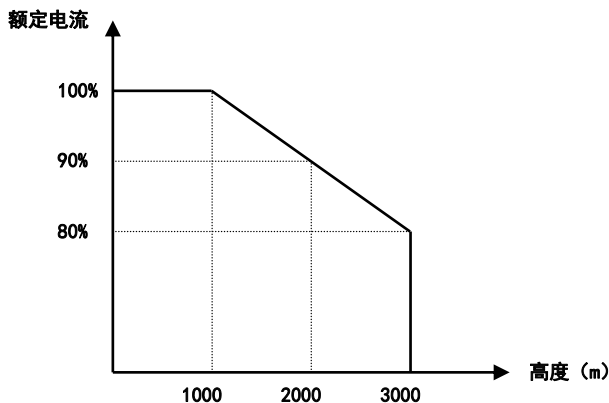

图 2-11 变频器额定电流与海拔高度降额曲线图
- 在海拔高度超过 1000 米的地区，由于空气稀薄造成变频器的散热效果变差，有必要降额使用。图 2-11 所示为变频器的额定电流与海拔高度的关系曲线。